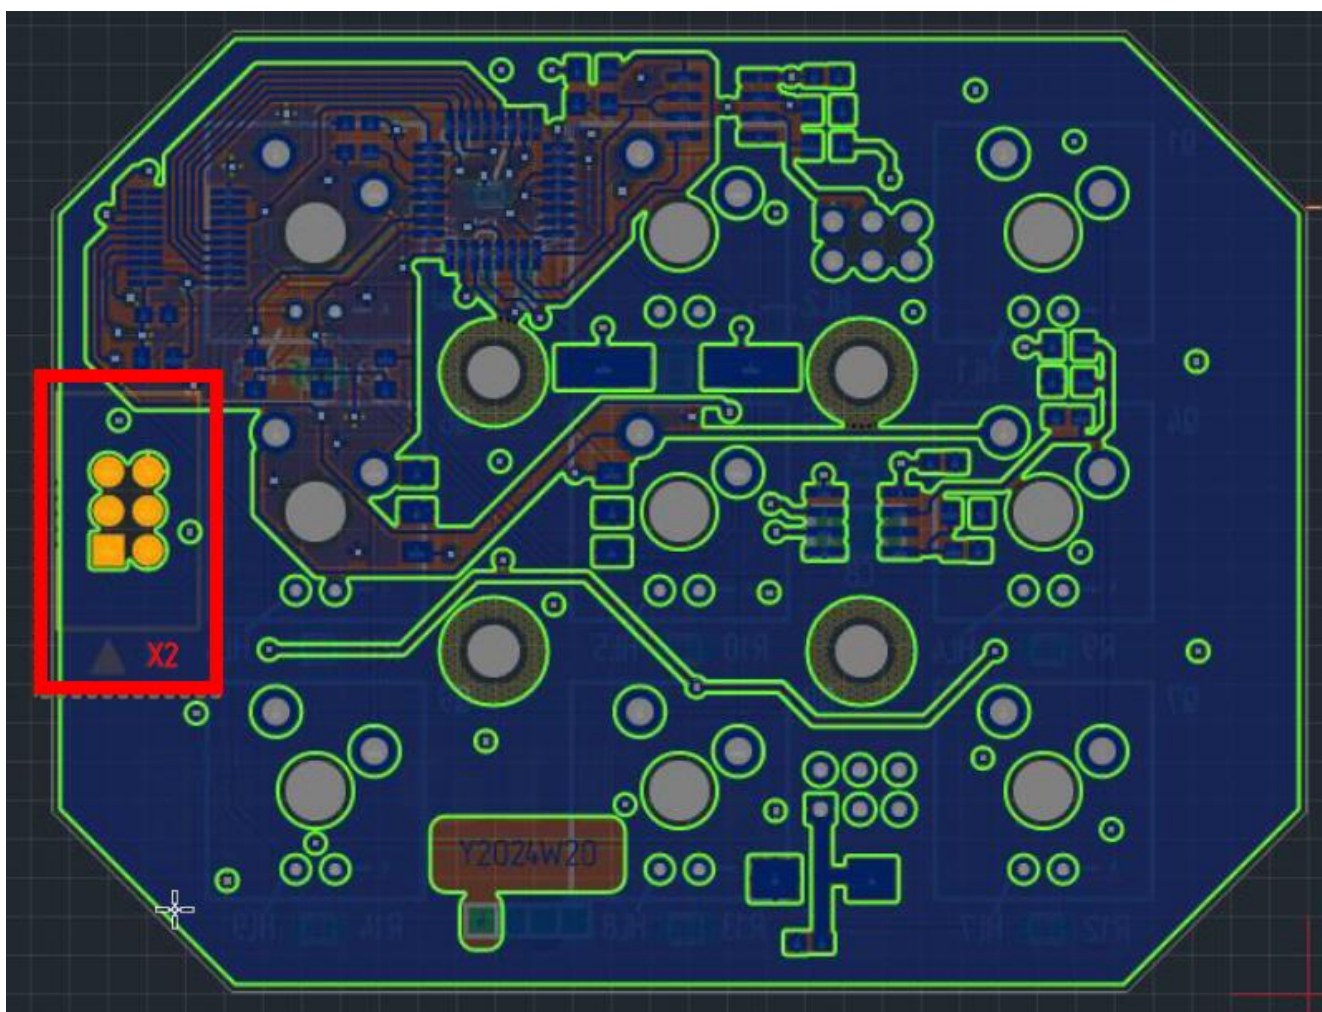

Рисунок 19
3.2.1 Подключите программатор к разъему X2 модуля (рисунок 19).